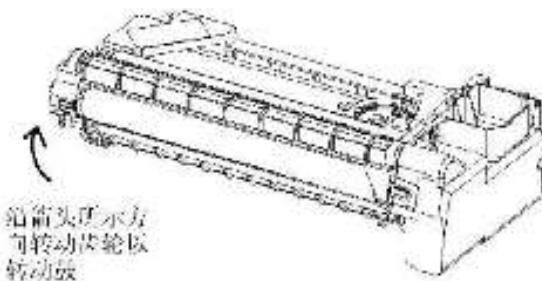

图 5 鼓旋转
- 拆出鼓架(REP9, 1)，按所示方向转动鼓架(图 5)。